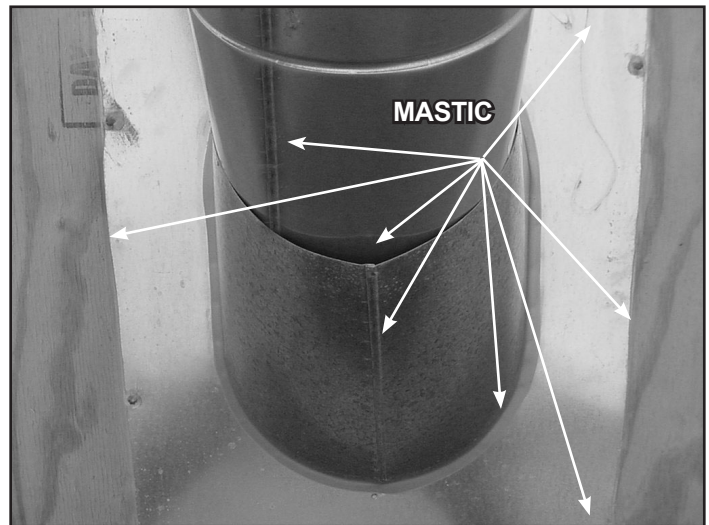

Figure 7.12
- Glissez le solin sur le conduit sortant du toit, comme montré à la figure 7.12.